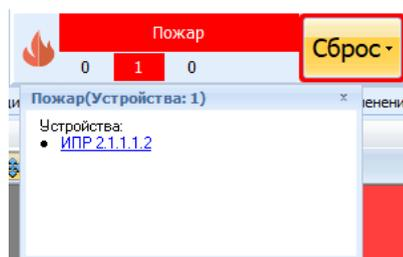

Рисунок 18.7
– **Счетчик пожарных состояний** – отображает количество устройств, находящихся в состоянии «Пуск», «Пожар» и «Внимание», а также общее состояние системы и кнопку для ручного сброса состояний. Общее состояние системы формируется исходя из таблицы 18.1, как состояние с наиболее высоким приоритетом. Если подвести курсор к ячейке, окрашенной в цвет состояния устройства, то всплывет подсказка с названием состояния и количеством устройств в данном состоянии (рисунок 18.7).